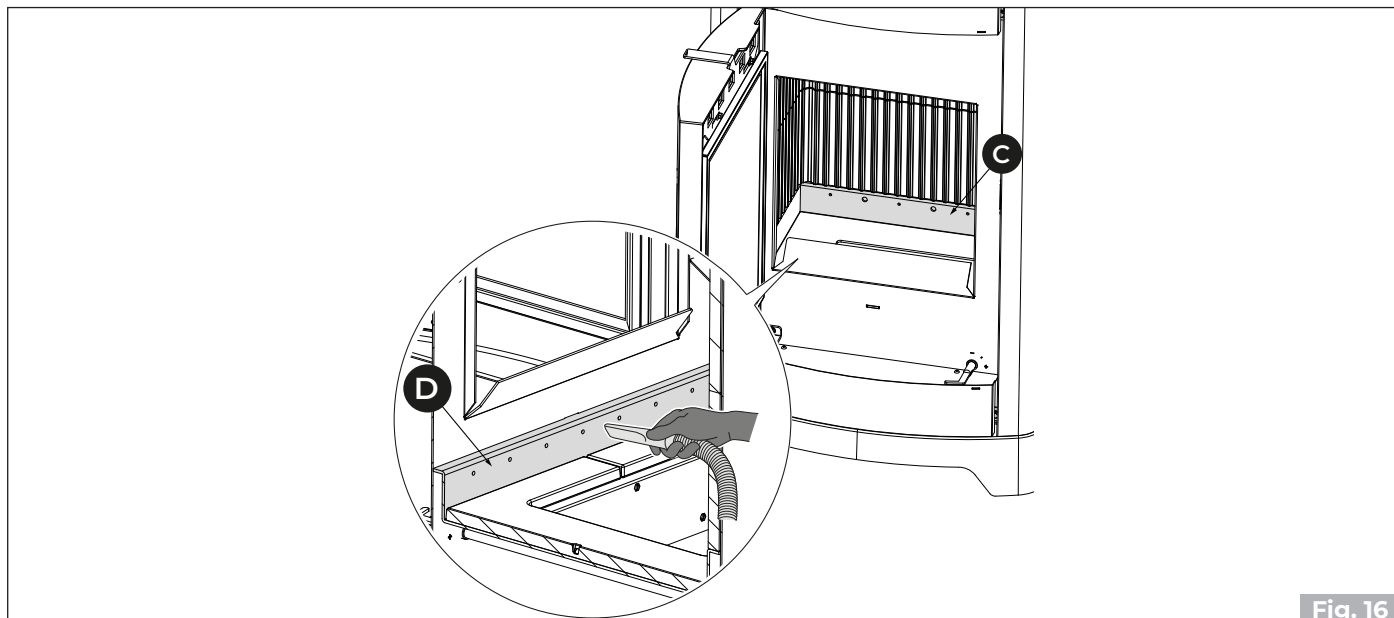

Fig. 16
- 3) Usisajte stražnji (**C**) i prednji otvor (**D** – ako postoji) razdjelnika zraka za izgaranje kako biste spriječili nakupljanje pepela (**Fig. 16**)